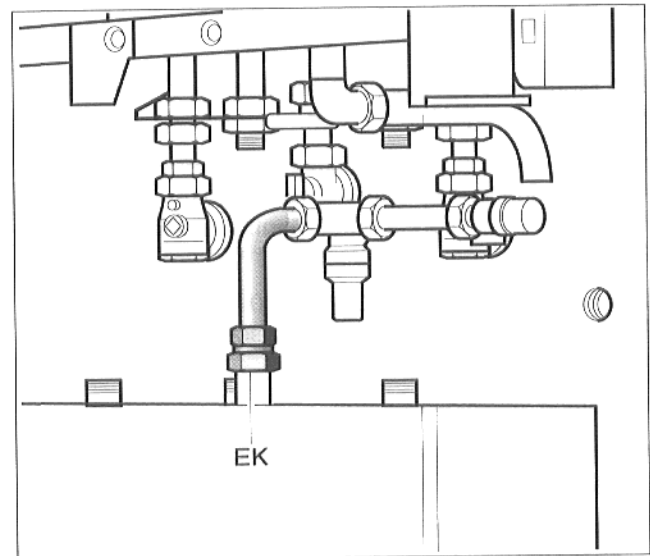

Abb. 7 Kaltwasser-Anschlußrohr
- Klemmringverschraubung an den Kaltwassereintritt am Speicher (EK) eindichten.
- Kaltwasser-Anschlußrohr zwischen Speicher und Sicherheitsgruppe montieren (Auf Klemmring und Dichtung achten! Abb. 7).